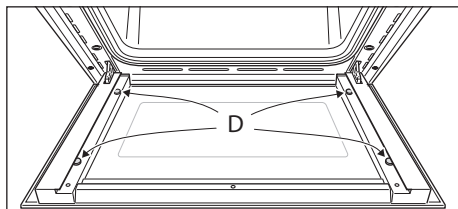

Fig. 10.32
- Verificare che i 4 distanziatori "D" siano nella loro posizione (fig. 10.32).